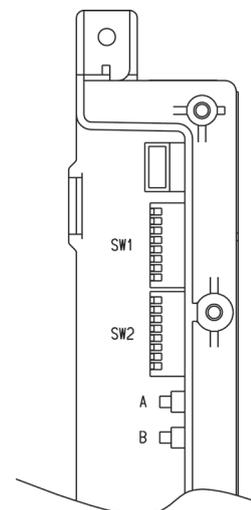

Fig. 1
4. Verificare che il tipo di gas selezionato tramite la posizione dei microinterruttori del PCB (Fig.1) coincida con il gas dell'impianto (fare riferimento alla tabella riportata a pag. "3.1 Layout e funzioni dell'interfaccia PCB" on page 38).